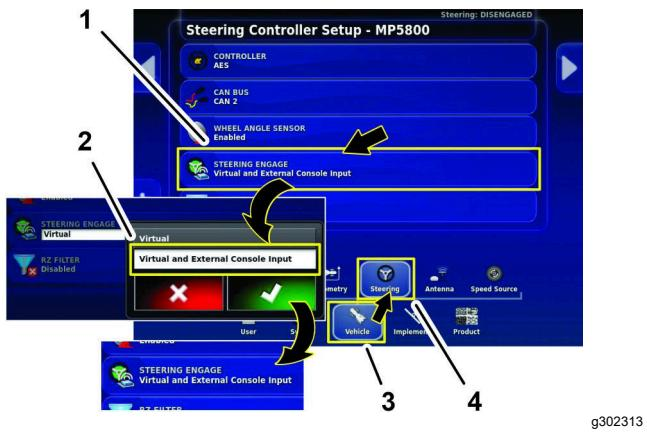

Figura 160
5. Pulse el icono VEHÍCULO y pulse el icono DIRECCIÓN (Figura 160).
6. Pulse el icono ACTIVAR DIRECCIÓN (Figura 160).
7. En el cuadro de diálogo, pulse el icono ENTRADA VIRTUAL Y EXTERNA DE LA CONSOLA, y pulse el icono de confirmación (Figura 160).